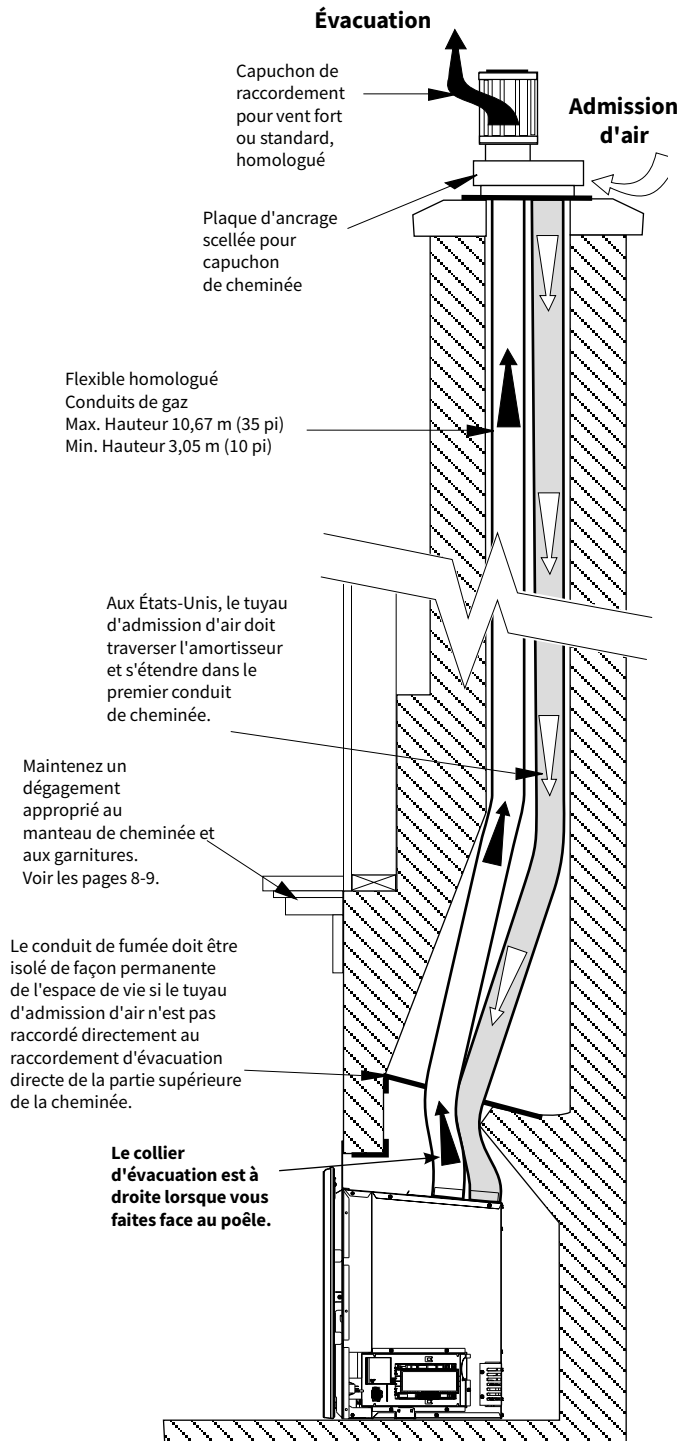

Figure 6.1. Configuration de l'évacuation pour foyer de maçonnerie. AU CANADA : L'admission d'air doit être raccordée au capuchon de cheminée.
- La hauteur minimale du capuchon de raccordement du haut de l'unité doit avoir au moins 3,05 m (10 pi), et la hauteur maximale ne doit pas dépasser 10,67 m (35 pi). Voir les figures 6.1 - 6.2.
Cet appareil doit être ventilé par la cheminée à l'aide d'une paire de tuyaux flexibles en aluminium de 76 mm (3 po) homologués pour être utilisés avec des appareils à gaz. Un conduit est fixé à l'orifice d'évacuation sur le haut de l'unité et transportera les gaz d'échappement à l'extérieur de la maison. Ce conduit d'évacuation doit s'étendre sur toute la longueur de la cheminée et être directement relié au capuchon de raccordement de la cheminée. Voir les figures 6.1 - 6.2.
Si le flexible d'admission d'air ne s'étend pas sur toute la longueur de la cheminée et n'est pas relié à l'unité et au capuchon de raccordement - **UNE PLAQUE D'OBTURATION NON COMBUSTIBLE DOIT ÊTRE CONSTRUITE ET INSTALLÉE AU-DESSUS DE L'UNITÉ DESSOUS L'EXTRÉMITÉ DU CONDUIT D'ADMISSION** (normalement à la zone d'amortissement). Voir figure 6.1.